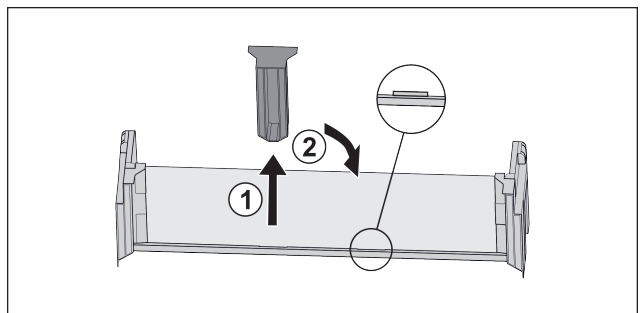

Fig. 76
- ▶ Витягнути середню деталь для підтримки Fig. 76 (1).
- ▶ Вставити середню деталь для підтримки на друге положення Fig. 76 (2).